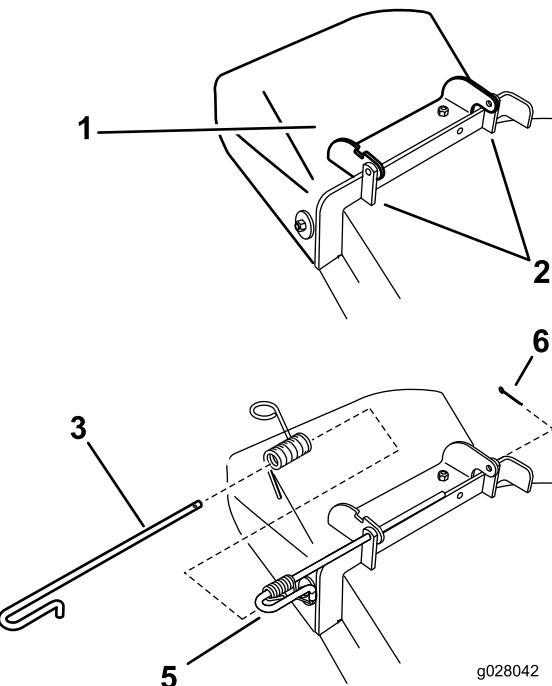

Figure 77
1. Retirez la goupille fendue au bout de la tige (Figure 77).
2. Désengagez le ressort du cran dans le support de déflecteur et sortez la tige des supports soudés du plateau, du ressort et du déflecteur d'éjection (Figure 77). Enlevez le déflecteur s'il est endommagé ou usé.
3. Positionnez le nouvel ensemble déflecteur d'éjection en plaçant les extrémités du support entre les supports soudés du plateau, comme illustré à la Figure 77.
- 7. Replacez la goupille fendue au bout de la tige (Figure 77).